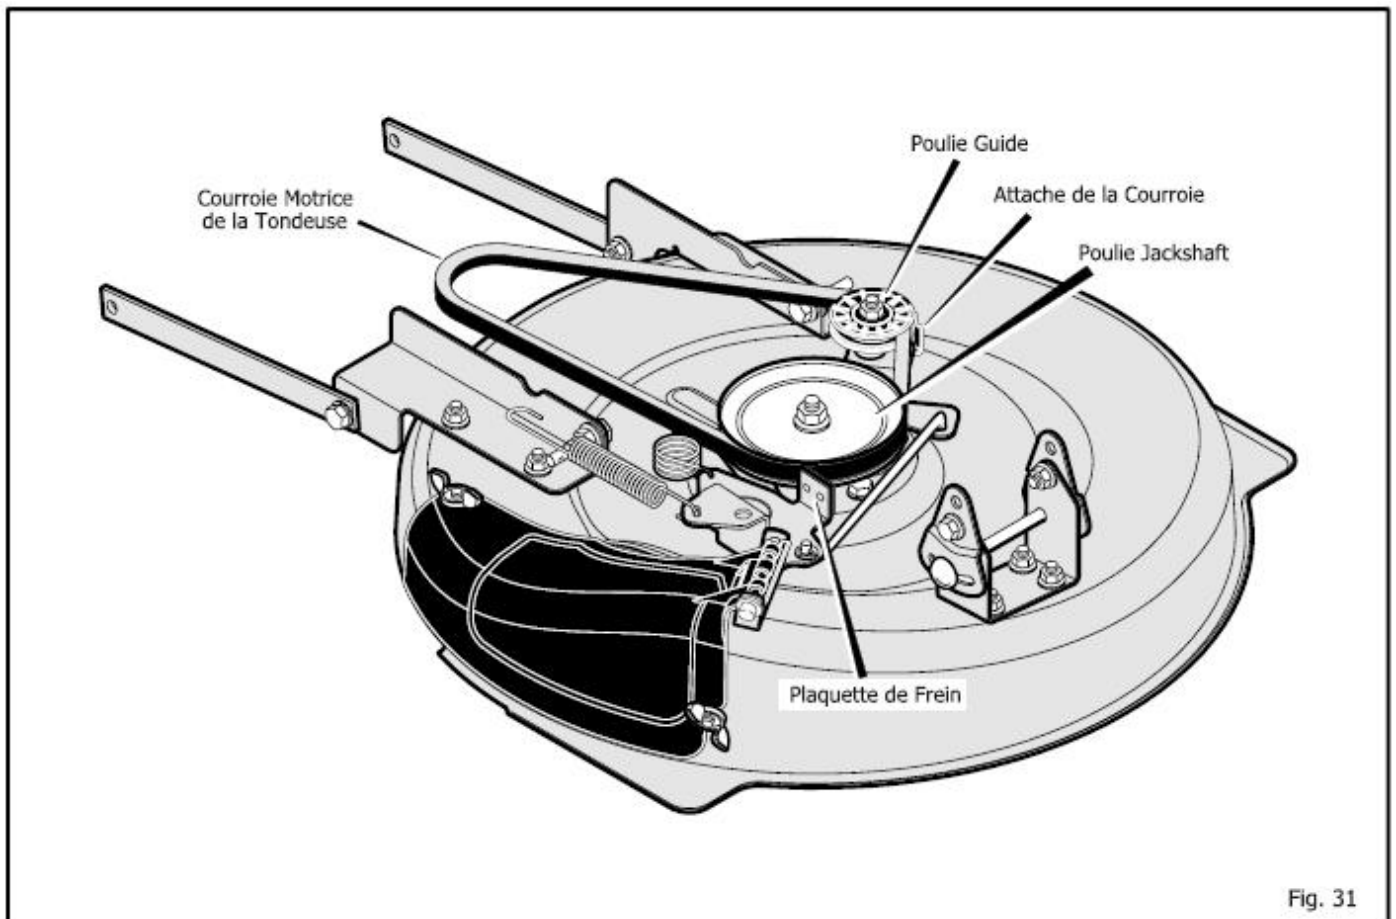

Fig. 31
2. Retirer l'**attache de la courroie** de la **poulie guide**, puis retirer la **courroie motrice de la tondeuse** (Figure 31).